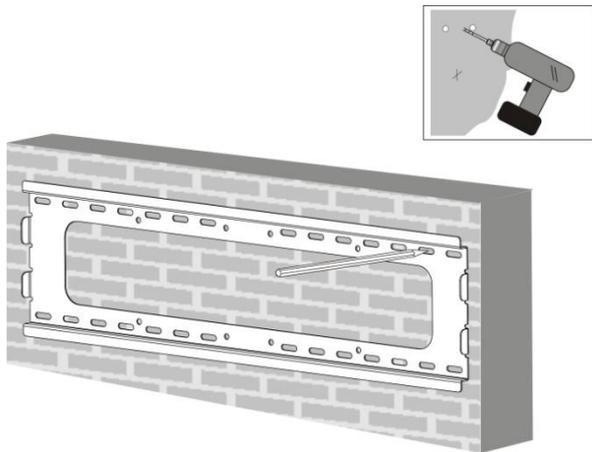

Fig. 3
- Utilisez la plaque murale comme modèle pour marquer l'emplacement des 6 trous sur le mur : quatre dans les rainures du haut et deux dans celles du bas, comme cela est indiqué dans la Fig. 3.